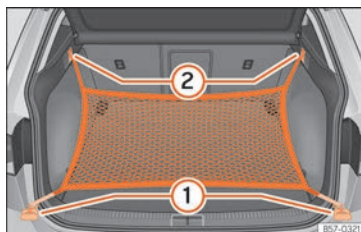

Abb. 124 Im Gepäckraum: Ösen (1) und Haken (2) zum Einhängen des Gepäckraumnetzes.
- Hängen Sie die kurzen Haken des Netzes in die Verzurrösen » Abb. 124 (1) »  ein. Der Reißverschluss des Gepäckraumnetzes muss dabei nach oben zeigen.
- Befestigen Sie die Spanngurte in den Taschenhaken (2).